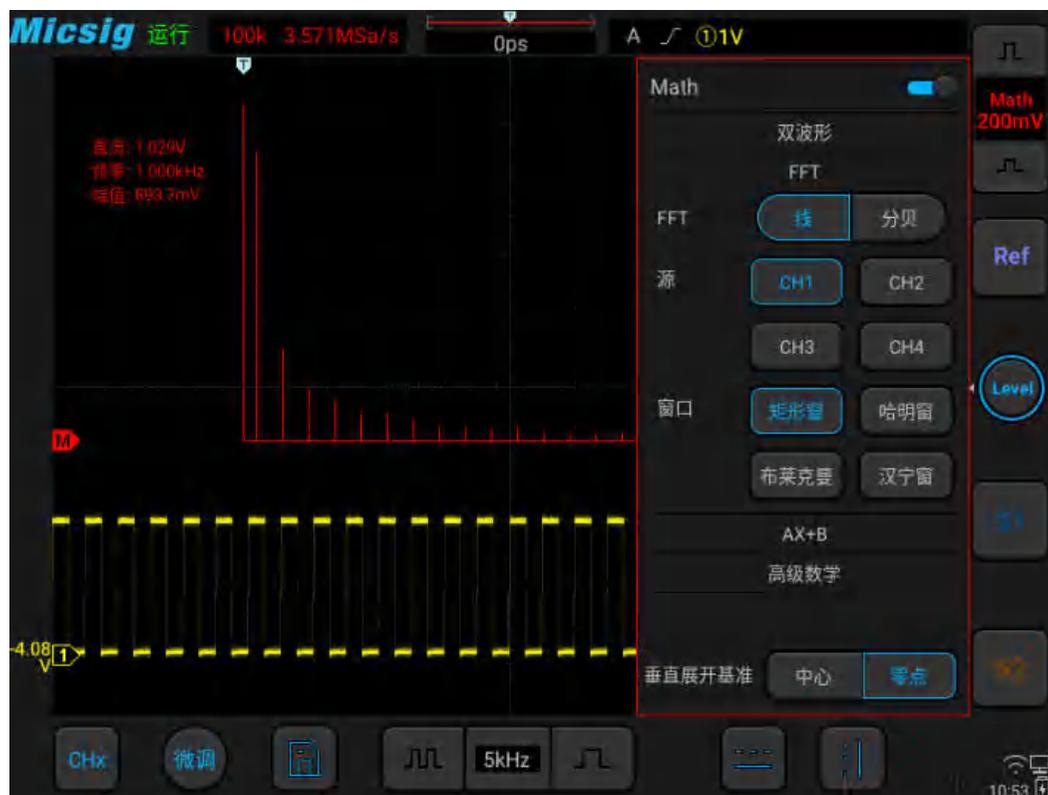

图9-3 FFT 窗口
- 2) 轻点  频谱类型“线/分贝”，打开 FFT 窗口（见图 9-3 FFT 窗口）。